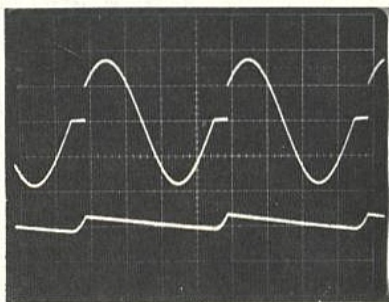

Figure 3
Sur la figure 3, on observe la charge du condensateur de stockage lors de l'alternance positive.
– C_2 , condensateur de pré-régulation. Il est chargé à chaque demi-alternance et alimente le régulateur série durant une période. Sa capacité sera déterminée par le besoin du courant de sortie. L'emploi d'un condensateur de valeur plus élevée demandera un temps de charge initiale plus long, mais réduira l'ondulation sur la broche 2, qui est reliée à l'entrée du régulateur série et réduira ainsi l'ondulation de sortie (**figure 3**).